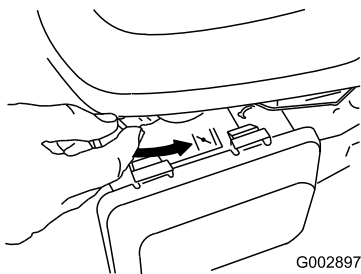

Figura 24
3. Mueva la palanca del estárter a la posición Estárter (Figura 24).